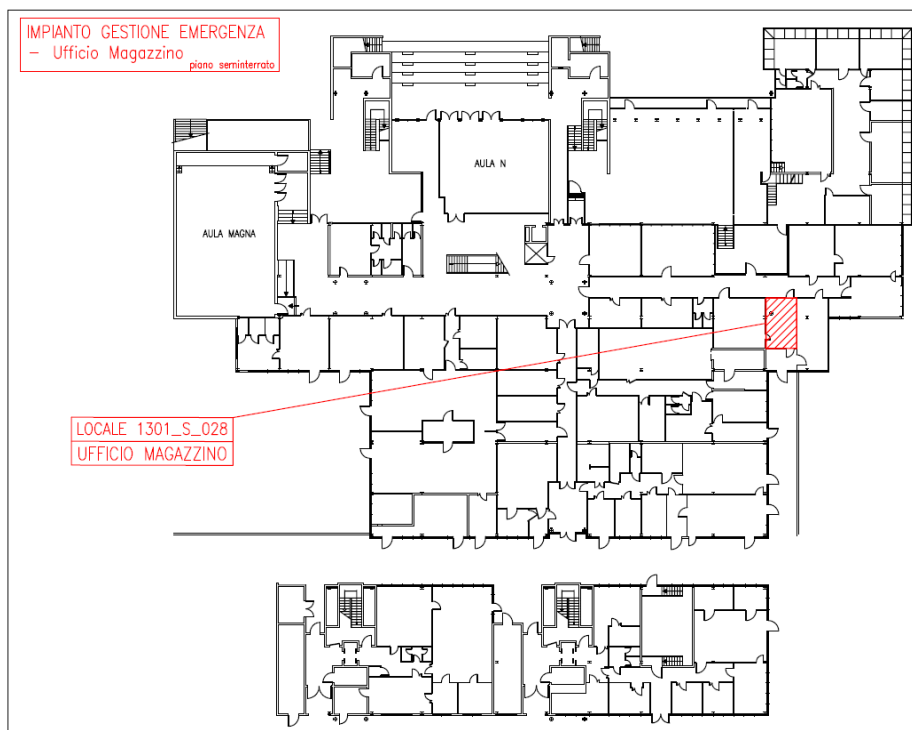

Figura 5. Ubicazione delle chiavi di accesso alla centrale comando rilevazione fumi
**La chiave per accedere al locale in cui è posizionata la centrale di comando è conservata presso la reception al piano rialzato. Copia della chiave è stata inoltre consegnata agli Addetti alla Lotta Antincendio ed è conservata nella cassetta delle chiavi – ufficio magazzino – piano seminterrato (locale 1301\_S\_028 – vedi Figura 5).**